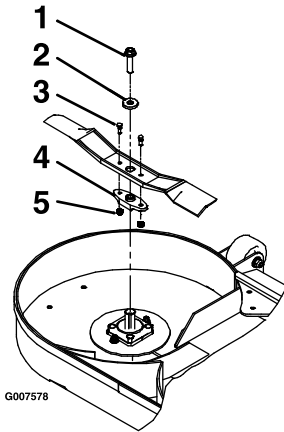

Figura 74
3. Retire a lâmina, anilha e parafuso da lâmina que fixa a lamina e o condutor da lâmina (Figura 74).
4. Retire o condutor da lâmina da lâmina existente (Figura 74).
1. Instale o condutor da lâmina nas novas lâminas com pernos de corte e porcas de bloqueio (Figura 74).
3. Instale a lâmina, anilha e porca da lâmina no veio do eixo (Figura 74).